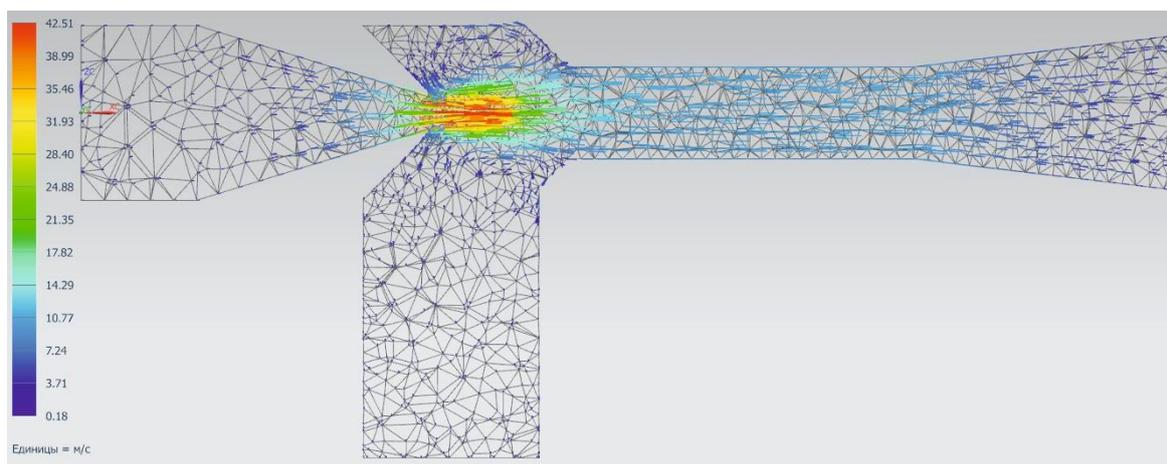

Рис. 5.5. Векторное поле скорости в продольном среднем сечении
12. Для отображения векторного поля скорости в продольном среднем сечении насоса нажмите пункт «**Скорость**» в окне «**Навигатор постпроцессора**». В окне «**Вид постпроцессора**» установите тип «**Стрелки**». Нажмите кнопку «**Результат...**». В окне «**Отрисовка**» установите нужную размерность значений и масштаб стрелок. Нажмите «**Ок**» (рис. 5.5).